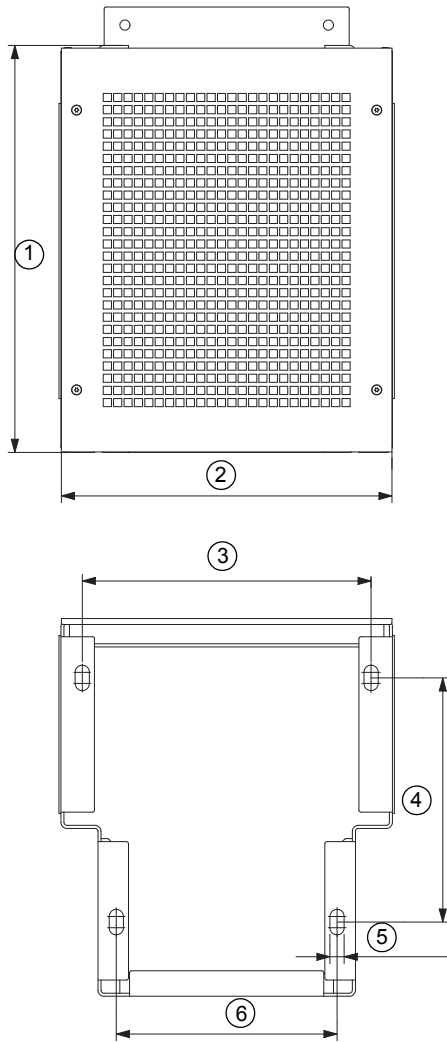

Fig. 6 Gabarit de perçage pour socle
1. Marquer les trous de fixation sur le sol. Voir fig. 6.